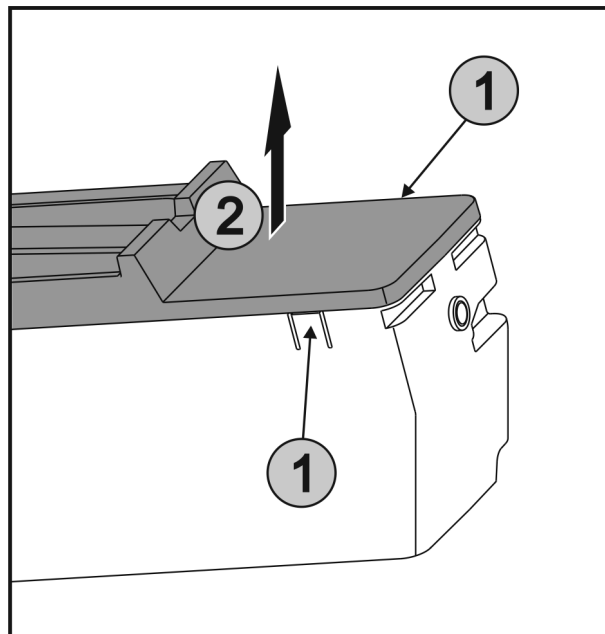

Fig. 60
- ▶ Одновременно нажать на накладки Fig. 60 (1) на обеих сторонах EasyTwist-Ice и снять крышку Fig. 60 (2) движением вверх.